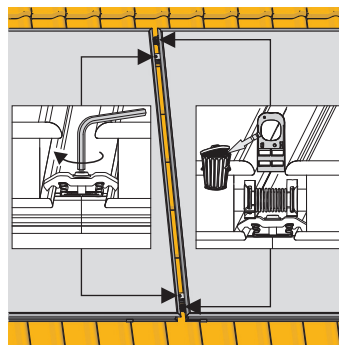

Bild 3-27 Montagestützen abziehen
9. Doppelklemmsteine festschrauben (Bild 3-27).
10. Montagestützen abziehen (Bild 3-27).